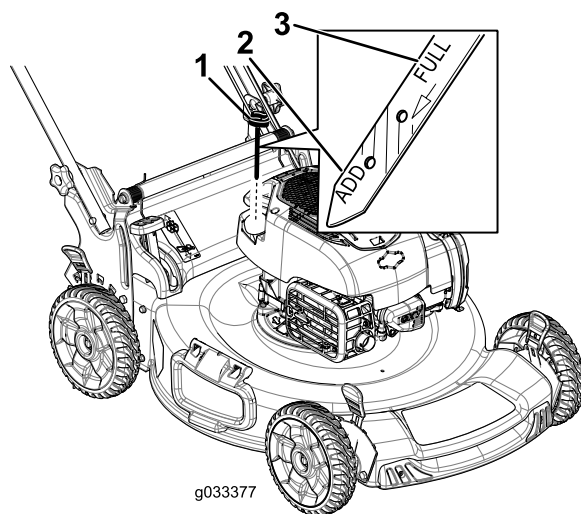

**Bild 20**
3. Entfernen Sie den Peilstab, indem Sie den Deckel nach links drehen und herausziehen (Bild 20).
10. Lesen Sie den Ölstand am Peilstab ab (Bild 20).